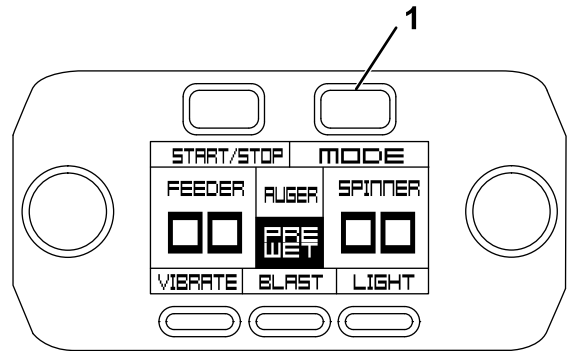

Figura 43
1. Para establecer la velocidad de flujo, pulse el botón Mode (modo) del controlador (Figura 43).